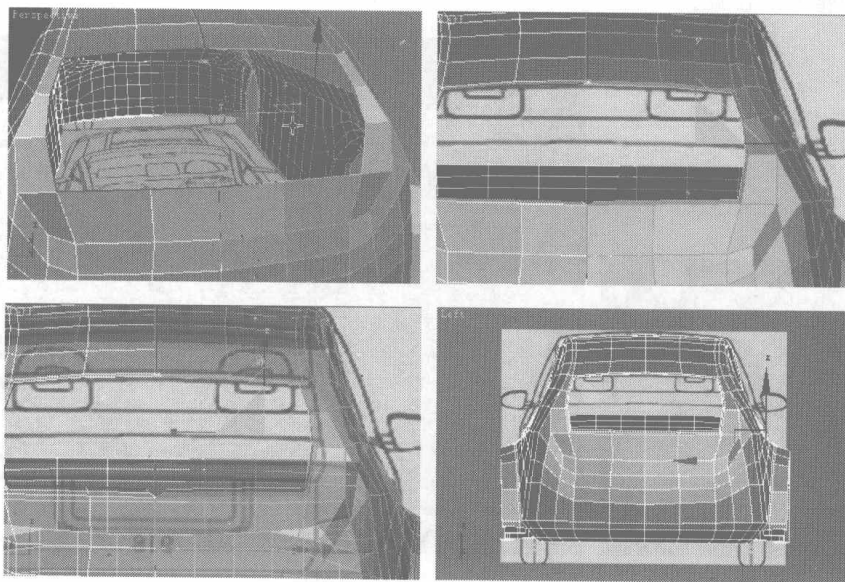

图 7.106
- 06 选择后车窗周围的曲线, 按住 Shift 键, 用缩放工具等比例连续两次复制面, 然后调整节点的位置, 如图 7.106 所示。